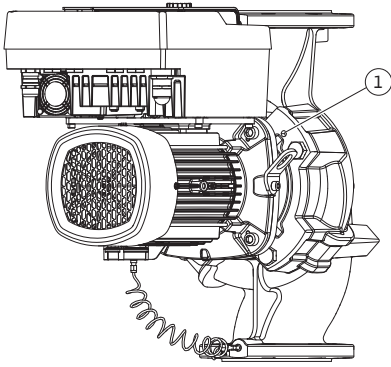

Fig. 11: 나사형 구멍을 통해 모터 임펠러 장치 눌러 빼기(DN 100 ~ DN 125)
Fig. II 및 Fig. III 펌프 타입(DN 100~DN 125)의 경우 두 개의 나사형 구멍(Fig. 11, 1번)을 이용하십시오. 현장에서 제공되는 적절한 스크류(예: M10 x 25mm)를 사용하십시오.
5. 모터 임펠러 장치(Fig. 4 참조)를 펌프 하우징에서 눌러 빼십시오. 이를 위해 두 개의 나사형 구멍(Fig. 11 참조)을 이용하십시오. 시트의 분리를 위해 적합한 길이의 M10 스크류를 나사형 구멍에 돌려 넣으십시오.